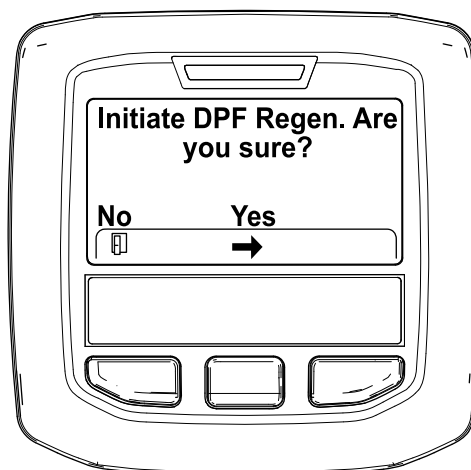

Figura 34
4. Quando viene visualizzato il messaggio "Inizializzare Rigen. FAP?" premete il pulsante centrale (Figura 34).